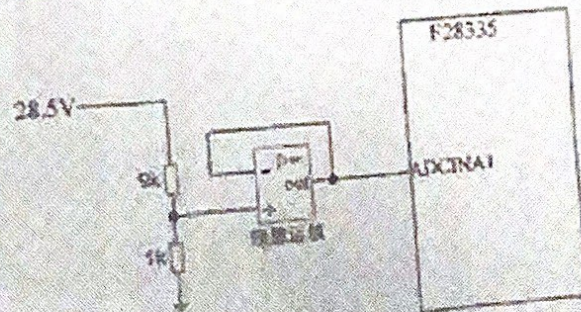

图 2.2 AD 采集航空电源电压信号
3. 如图 2.2 所示, 利用 F28335 的 ADCINA1 采集一路航空直流电源电压信号 (直流 28.5V)。要求 F28335 的 ADC 模块工作于级联排序器模式, 软件触发, 在中断服务程序中采集数据共 128 次, 存储在 VolA 数组中。请根据要求, 完成下列几个问题。(共 16 分)
- (1) 根据图 2.2, 计算 28.5V 直流电压经信号调理之后, 进行 AD 转换之后的数字量大小 (十六进制表示) (2 分)。